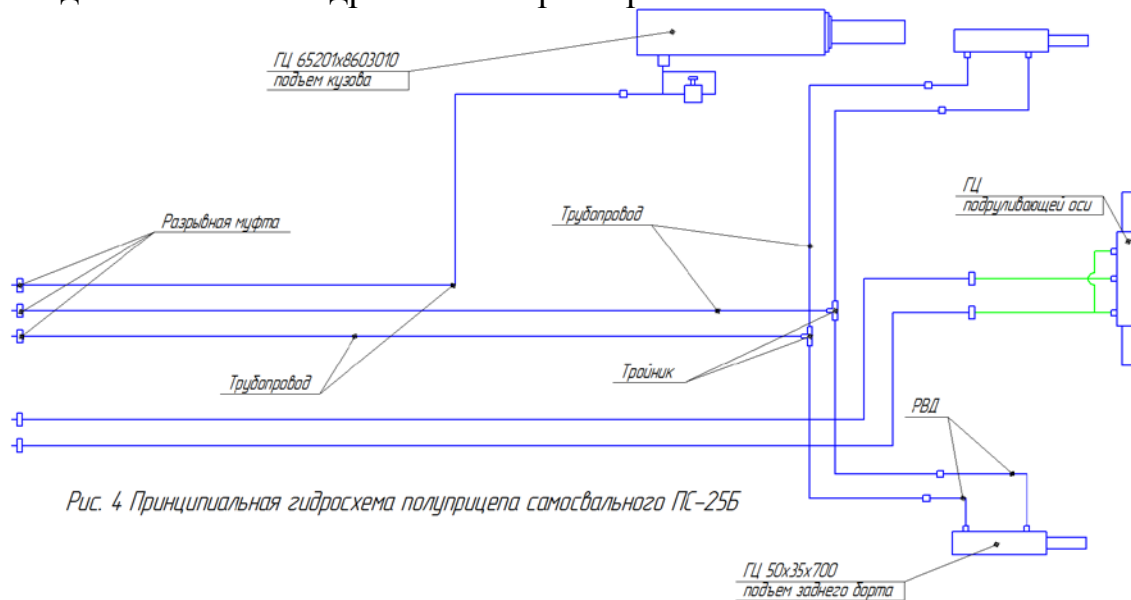

Рис. 4 Принципиальная гидросхема полуприцепа самосвального ПС-25Б
- 3.7 Гидросистема опрокидывающего механизма работает от гидросистемы трактора и состоит из одного телескопического гидроцилиндра подъема-опускания кузова, клапана ограничения подъема кузова, двух гидроцилиндров подъема-опускания заднего борта, разрывных муфт, трубопровода и шлангов высокого давления (рис.4). Разрывные муфты служат для быстрого соединения и разъединения гидросистемы полуприцепа и трактора, а также для предохранения от обрыва рукавов при трогании трактора.
- 3.10 Транспортная тележка полуприцепа оборудована **подруливающей задней осью (или двумя – см. рис.4б)**. На гидроцилиндр подруливающей оси (осей) протянута отдельная ветка гидравлики для подключения к гидрораспределителю трактора. При установке рукояти гидрораспределителя в «плавающее» положение происходит свободное перетекание масла из полости в полость и, соответственно, подруливание оси. Для фиксации подруливающей оси (осей) необходимо гидрораспределителем трактора подать давление на гидроцилиндр оси (при этом гидроцилиндр оси самоцентрируется и устанавливает ось в продольное направление к движению), а затем перевести рычаг гидрораспределителя в «запертое» положение
- 3.11 Гидросистема полуприцепа может опционально оборудоваться автономной гидравлической станцией на подъем кузова основным гидроцилиндром. Функционирование гидростанции осуществляется от насоса с приводом от ВОМ трактора (рис. 4а). Для приведения в действие автономной гидросистемы необходимо подсоединить насос (устанавливается на дышле полуприцепа) карданным валом (входит в комплект) с валом отбора мощности трактора. Рекомендуются
Рисунок 4а. Схема принципиальная автономной гидростанции.